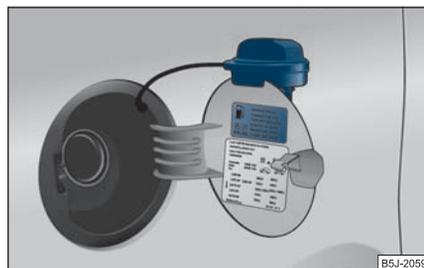

Fig. 173 Tapa del depósito con el tapón desenroscado
Hay diferentes clases de gasolina. Lea el capítulo ⇒ página 241, “Datos técnicos” para saber qué tipo de gasolina necesita su vehículo. Puede encontrar la misma información también en su vehículo, en el lado interior de la tapa del depósito de combustible ⇒ página 188, fig. 173.
- Desenroscar hacia la izquierda el tapón de cierre del depósito y colocarlo por arriba en la tapa del depósito ⇒ fig. 173. ▶